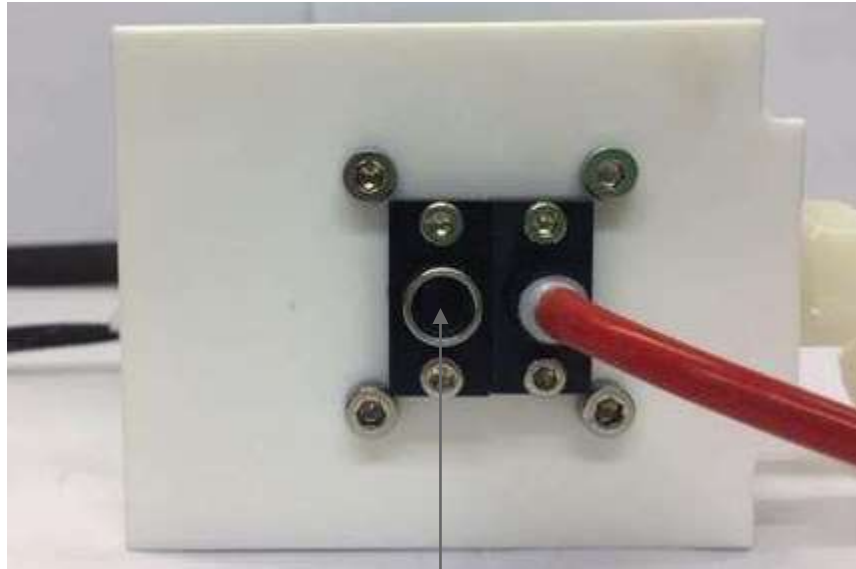

図12
18. エンドキャップとネジをポンプチャンバーの両端に取り付けます (図 12)